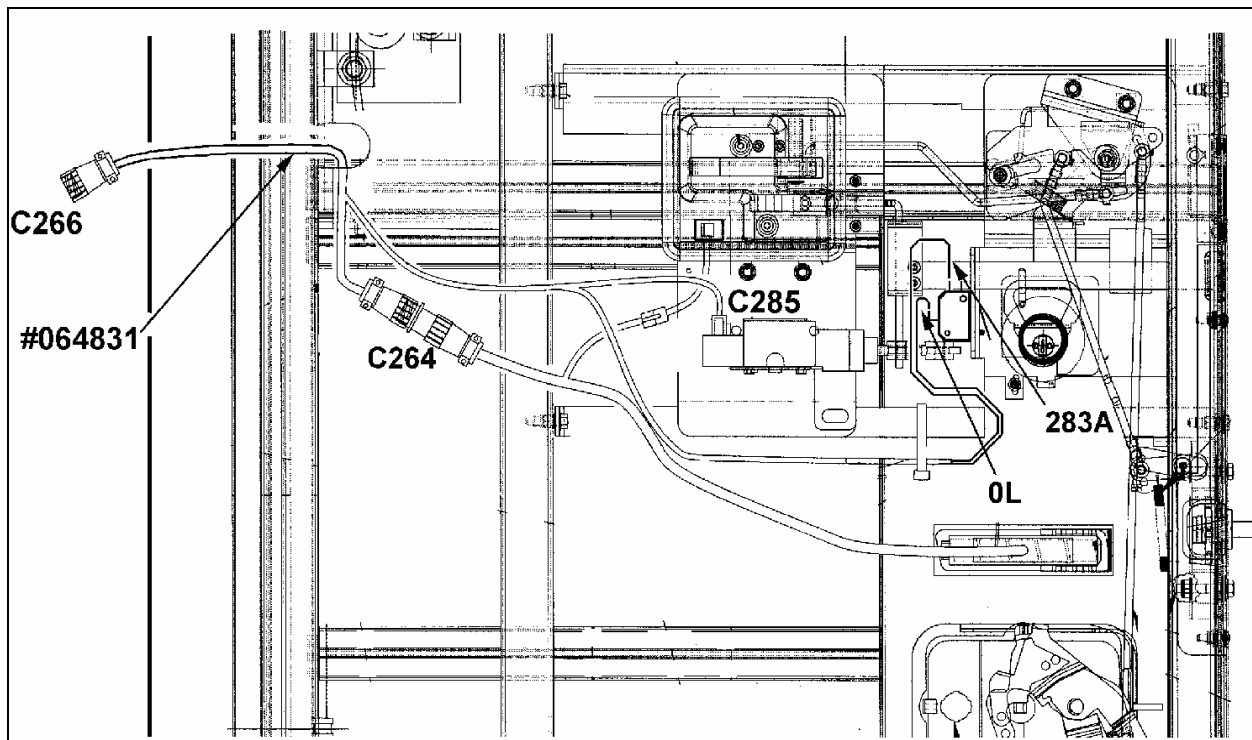

FIGURE 3 : CÂBLAGE #064831 ET COMPOSANTES INTERNES DE LA PORTE
2. Débrancher les connecteurs C264, C266, C285, les fils 0L et 283A puis retirer le câblage interne existant de la porte (figure 3).
4. Brancher le connecteur C264. Brancher le connecteur C285 à l'actionneur du système (voir figure 3).